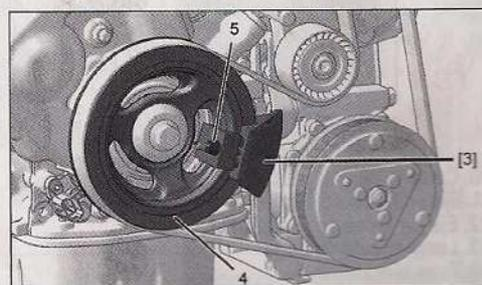

FIG. 10
- Colocar el pasador de cigüeñal (Fig.10).
- Colocar el útil [3] en la polea del cigüeñal (4) centrándolo en la ventana de fundición (Fig.10).
- Apretar la tuerca de orejas (5) (Fig.10).